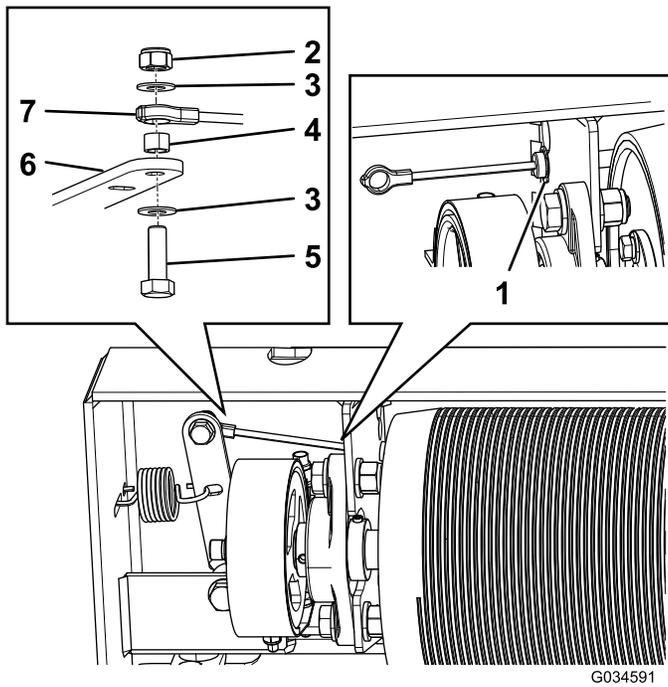

图4
7. 卸下将另一个拉线端固定到机器下方刹车枢轴的螺母、螺栓和垫圈（图4）。
- 卸下将拉线套管固定到机器机架的卡环（图4）。
- 安装将拉线套管固定到机器机架的卡环（图4）。
- 安装现有螺栓、螺母、垫圈和套管，将另一个拉线端固定到机器下方的刹车枢轴（图4）。